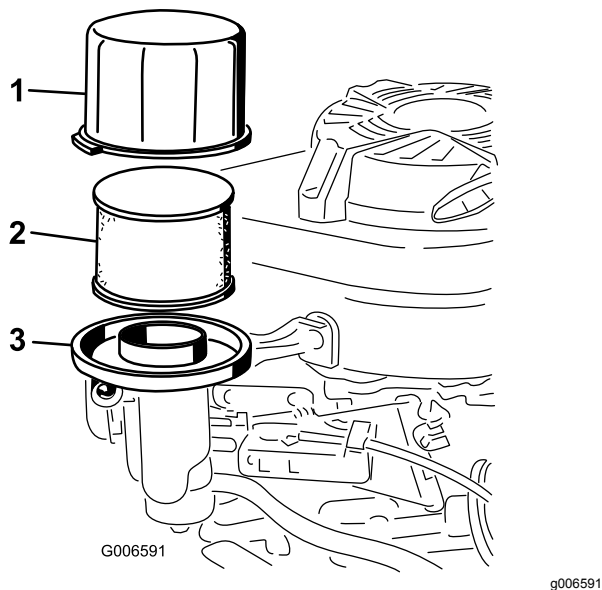

Figure 29
3. Déposez le couvercle et nettoyez-le soigneusement (Figure 29).
4. Retirez le préfiltre en mousse de l'élément en papier (Figure 29), et remplacez l'élément en papier s'il est très encrassé.